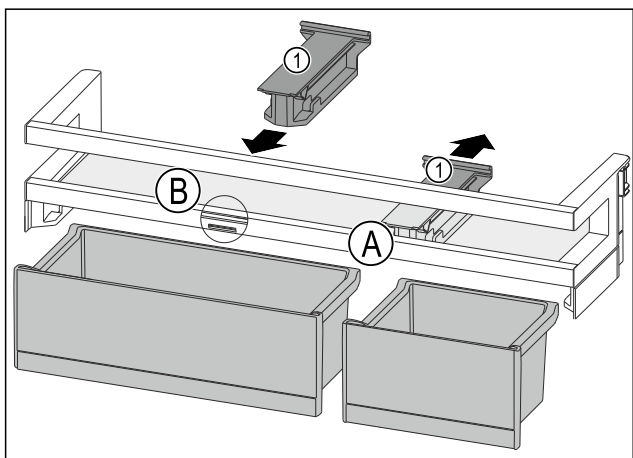

Fig. 114
- ▶ Desprindeți piesa de susținere Fig. 114 (1) din poziție Fig. 114 (A) spre spate.
- ▶ Introduceți piesa de susținere Fig. 114 (1) în poziție Fig. 114 (B).